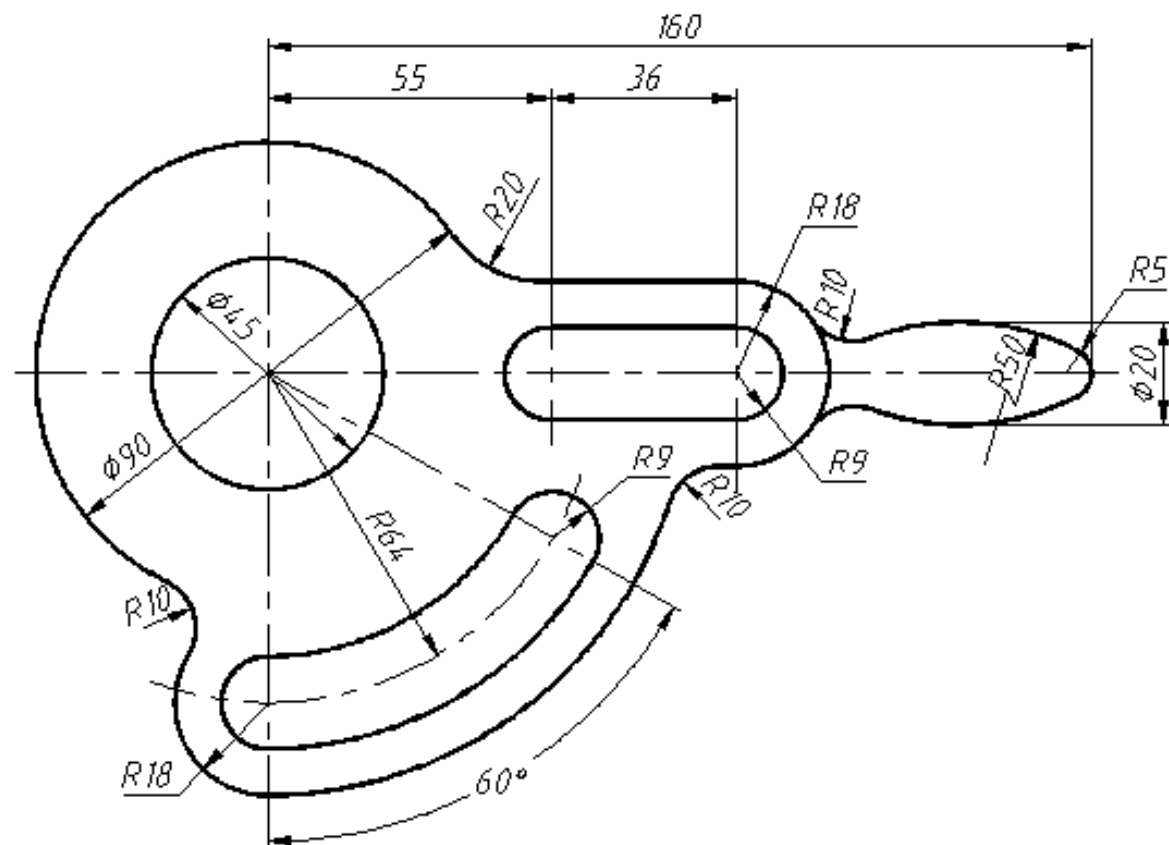

图 2-17 平面图形
2. 综合运用 AutoCAD 功能命令，绘制图 2-17 所示图形。